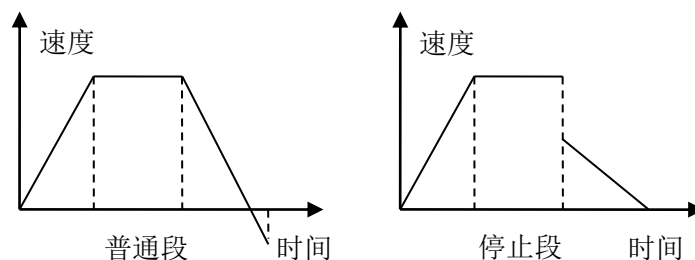

图 7-7 PT 模式停止段类型
- **PT\_SEGMENT\_STOP** 表示停止段，该段的终点速度为 0，起点速度根据段内位移和段内时间计算得到，和上一段的终点速度无关。如图 7-7 所示。